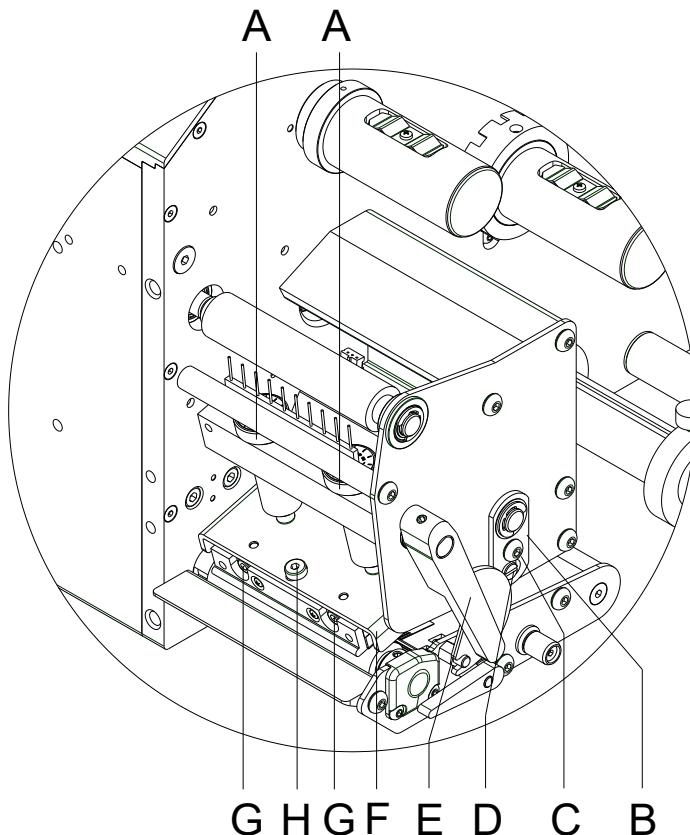

Figura 28
Se dopo avere impostato il parallelismo la stampa non risulta uniforme sull'intera larghezza delle etichette, è possibile effettuare un'equilibratura mediante il pannello di regolazione (B, Figura 28).
1. Allentare la vite (C, Figura 28) di circa $\frac{1}{4}$ di giro.
2. Ruotare i bulloni eccentrici (D, Figura 28) per creare un'equilibratura di stampa e registrarli fino ad ottenere un'immagine di stampa uniforme.
3. Serrare di nuovo la vite (C, Figura 28).
1. Ruotare i bulloni reggispinta (A, Figura 28) per modificare la pressione della testina di stampa.
2. Ruotando i bulloni reggispinta (A, Figura 28) in senso orario fino al fermo si crea un aumento della pressione di 10 N rispetto all'impostazione di fabbrica.
3. Ruotando i bulloni reggispinta (A, Figura 28) in senso antiorario di un giro esatto dal fermo destro si ritorna all'impostazione di fabbrica.